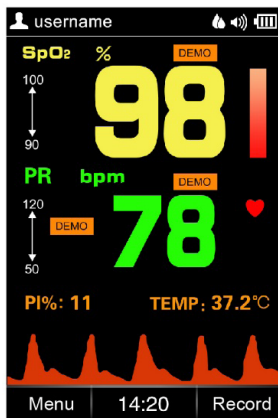

Figure 4.10K Mode de démonstration
- **Demo** : Permet d'accéder au mode de démonstration, comme le montre la figure 4.10K.